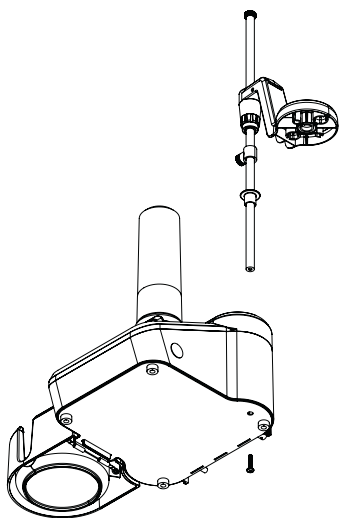

Рисунок 3. Местонахождение винта для крепления штанги держателя электродов
2. Закрепите штангу держателя, наклонив прибор и затянув прилагающийся винт. Невыпадающий винт для крепления штанги доступен через отверстие на нижней стороне титратора. Для выполнения этого этапа установки в комплект титратора входит отвертка Torx T20. См. **Рисунок 3**.